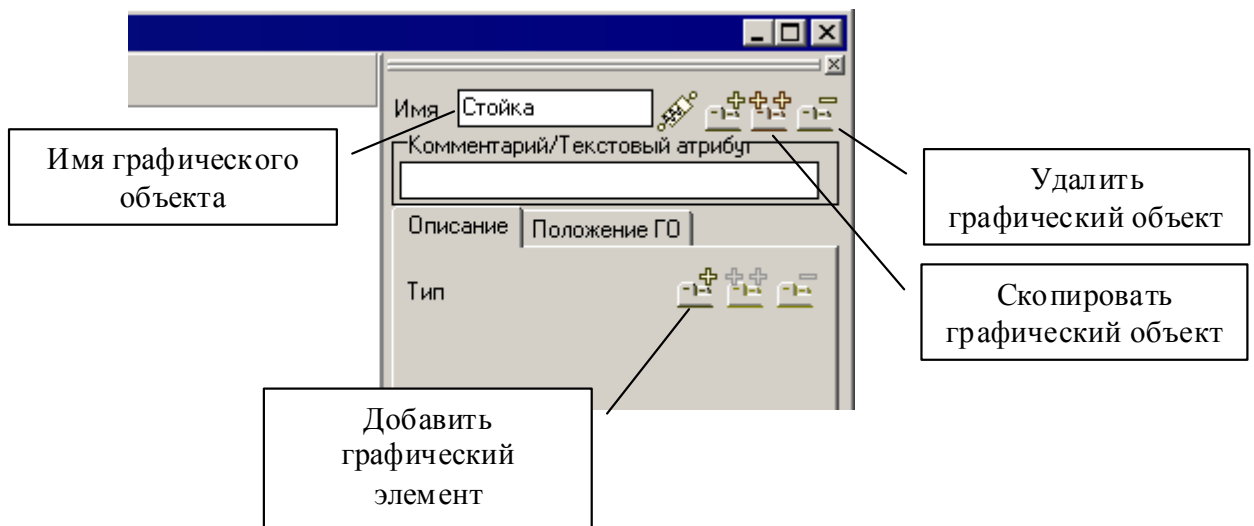

Рис. 1.4. Переименование графического объекта
3. Перейдите в поле имени графического объекта и введите **Стойка** и нажмите *Enter*, см. рис. 1.4.
4. Нажмите кнопку **Добавить графический элемент**, см. рис. 1.4.